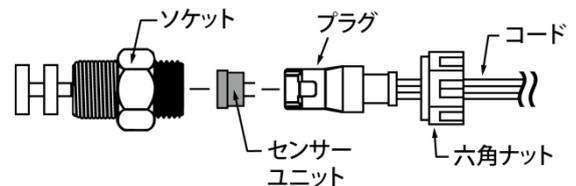
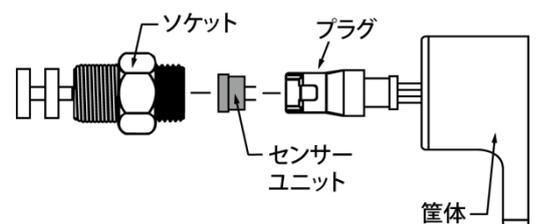

図 12. センサーユニットの位置(サーモスタット分解図: 耐候モデル)
図 13. センサーユニットの位置(サーモスタット分解図: クラス I、グループ D モデル)
1. ソケットを取り外します。耐候モデルでは、六角ナットを回して緩め、ソケットを取り外します。クラス I、グループ D モデルでは、ソケットを回して緩め、筐体から取り外します(図 12 および図 13)。